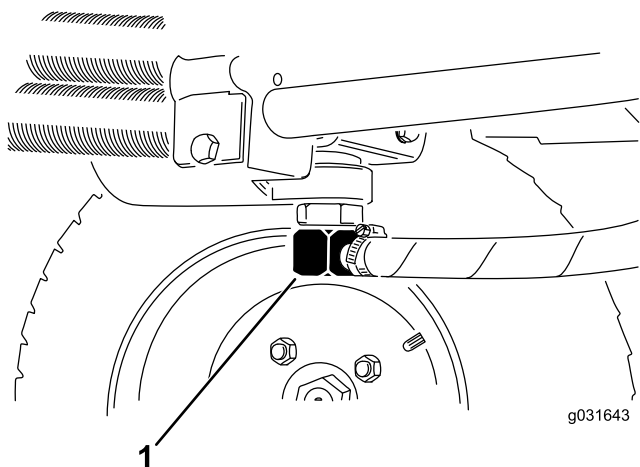
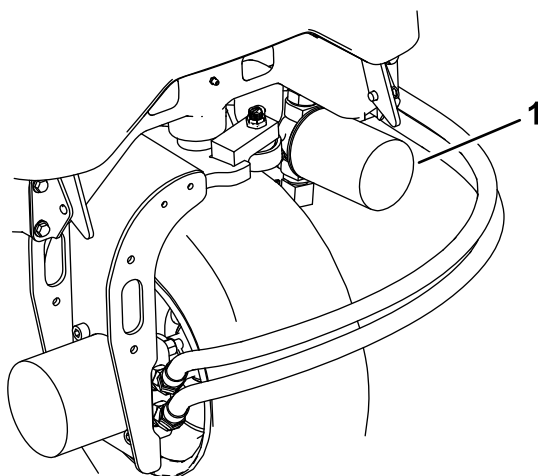

Figure 64
Figure 66
2. Débranchez la conduite hydraulique ou enlevez le filtre hydraulique et laissez couler l'huile dans un bac de vidange (Figure 66 et Figure 64).
3. Rebranchez la conduite hydraulique quand la vidange est terminée (Figure 64).
3. Nettoyez la surface autour de la zone de montage du filtre et déposez le filtre (Figure 66).